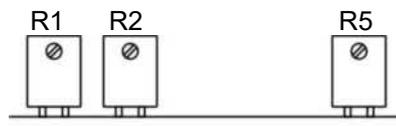

Рис. 14
- если измеренные значения погрешности превышают 3%, то проведите подстройку с помощью резистора R1 платы измерения и защиты (рис.14);
- если измеренные значения погрешности превышают 3%, то произведите подстройку с помощью резистора R5 платы измерения и защиты (рис.14);